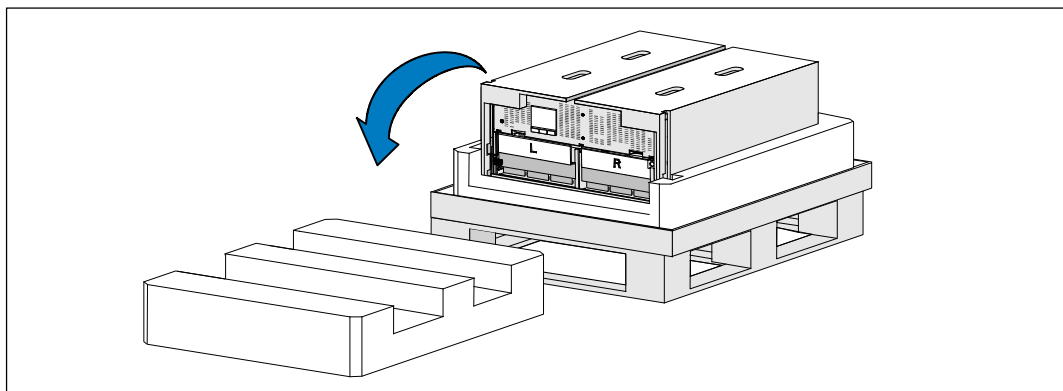

Figure 6. Retrait de la partie supérieure en mousse de polystyrène
- 4 Retirez la partie supérieure en mousse de polystyrène, puis posez-la sur une surface plane et stable située à proximité (voir Figure 6).